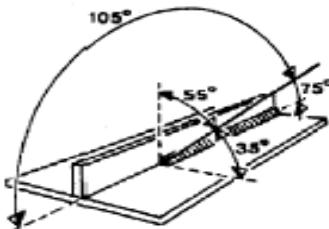

Fig. 9
8. Une fois que l'arc est enflammé, inclinez le fil électrode vers l'avant sous un angle d'environ 35° (fig. 9).